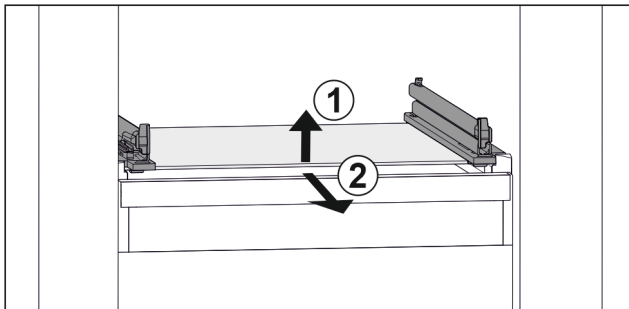

Fig. 74 Примерно изображение на стъклената плоча
- ▶ Повдигнете стъклената плоча отпред. Fig. 74 (1)
- ▶ Извадете стъклената плоча напред. Fig. 74 (2)